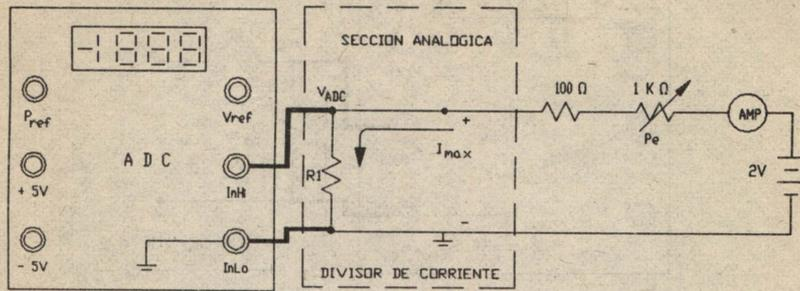

Figura 11
- b) En relación con la figura 11, si $I_{max} = 20 \text{ mA}$, determine el valor de R_1 a fin de que el voltaje de entrada al convertidor sea igual a $V_{adc} = 200 \text{ mV}$.
- c) Arme el circuito de la figura 11.